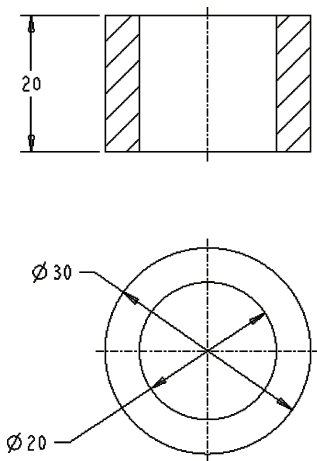

图 11-66 已有视图
1) 打开位于随书光盘的“CH11”文件夹中的“bc_11_3.drw”文件，该绘图文件中的两个视图如图 11-66 所示。